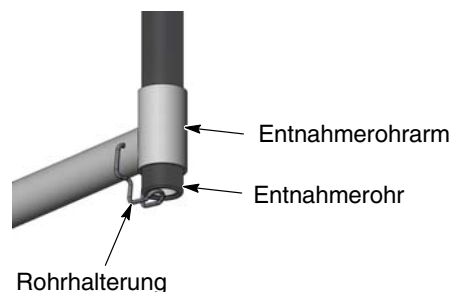

Abb. 4-1 Verwendung der Entnahmerohrhalterung
1. Siehe Abb. 4-1. Das Entnahmerohr anheben und die Rohrhalterung nach unten unter das Ende des Entnahmerohrs schwenken, um es am Arm in Position zu halten.